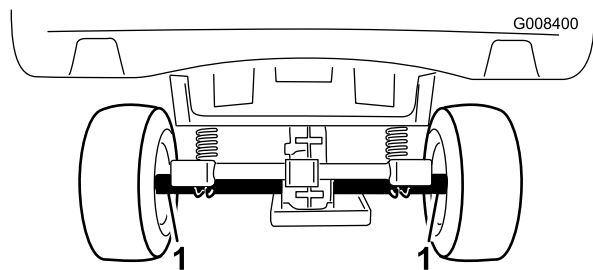
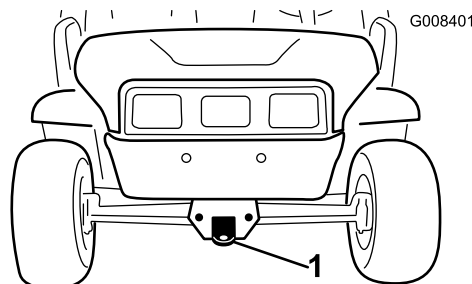

Figura 18
Figura 19
Para transportar el vehículo largas distancias, debe llevarse el vehículo sobre un remolque. Asegúrese de que el vehículo está firmemente sujeto sobre el remolque. Consulte en Figura 18 y Figura 19 la ubicación de los puntos de amarre.
2. Conecte un cable de remolque al punto de remolque, en la parte delantera del bastidor (Figura 19).